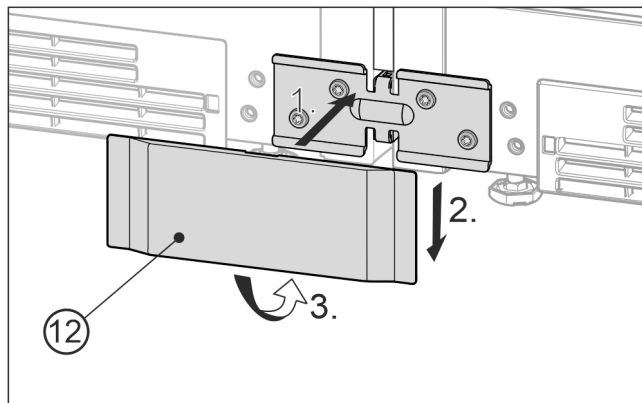

Fig. 25 Przykładowa prezentacja
- ▶ Dolną pokrywę Fig. 25 (12) założyć od przodu na kątownik Fig. 25 (1), dosunąć do dotu Fig. 25 (2) i zazębnić od dotu Fig. 25 (3).